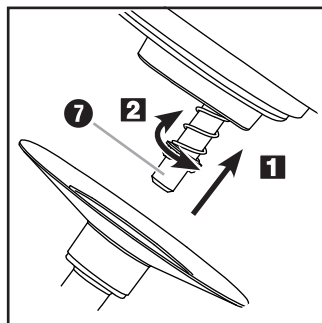

Fig. 2: montaggio degli accessori
- 6) A seconda del lavoro da svolgere, montare il gancio da impasto **10**, la frusta **11** o il frullino **12** sull'asse motore **7** (fig. 2:
- Applicare il gancio da impasto **10**, la frusta **11** o il frullino **12** (di seguito denominati "inserto") all'asse motore **7** in modo tale che entrambi i perni di metallo dell'asse motore **7** si inseriscano negli incavi dell'inserto **10 11 12** (fig. 2 / **1**).
- Premere saldamente l'inserto **10 11 12** sull'asse motore **7** in modo da comprimere la molla e ruotare nel contempo l'inserto **10 11 12** leggermente in senso antiorario (direzione ) (fig. 2 / **2**).